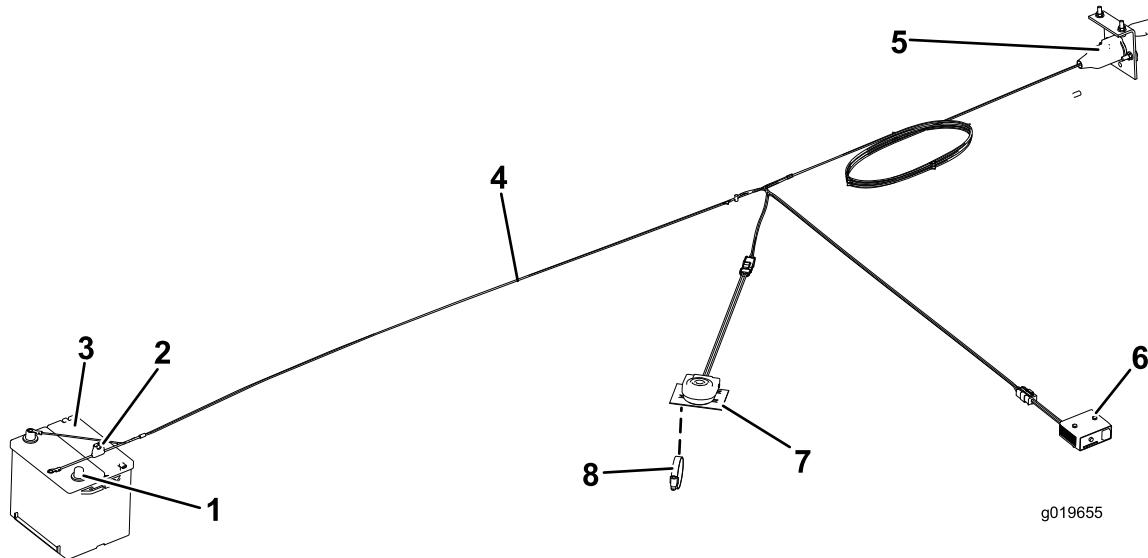

图11
- 使用 (2) 10 个螺钉和 10 个螺母，将装载控制器安装到拖车仪表板或挡泥板上。
- 将线束与组件（图11）相连，具体如下：